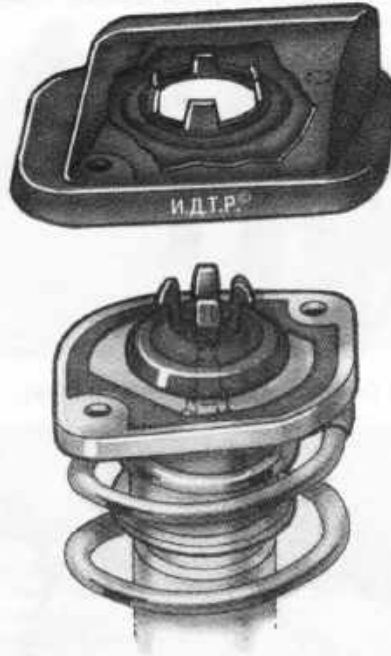

Рис. 6.4. Верхние стопорные элементы задней стойки
6. Отсоедините стойку от рычага и поверните ее так, чтобы выровнять верхние стопорные устройства стойки с четырьмя пазами на кузове автомобиля (рис. 6.4).